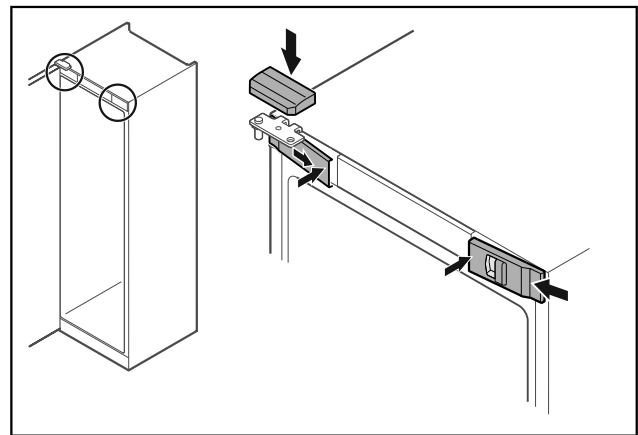

Fig. 46 \*
- ▶ Z boku założyć przednie osłonki Fig. 46 (1) i zacześcić.\*
- ▶ Górną osłonkę Fig. 46 (2) zacześcić od góry.\*